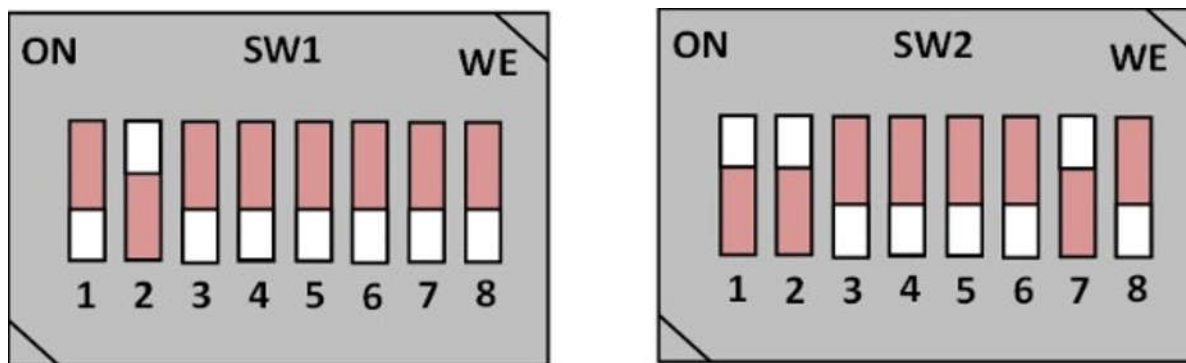

图 2-5. 示例引导模式 (MMCSD 引导)
1. 将 EVM 引导开关选择器 (SW1、SW2) 置于所选的引导模式。图 2-5 显示了 SD 卡的一个示例引导模式。